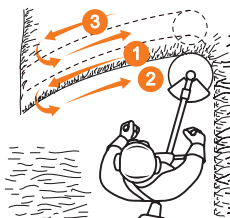

Рис. 7
- Для кошения густой высокой травы перемещайте режущую часть медленно и осторожно. Скашивание травы производится на максимальных оборотах двигателя справа налево, возвращайте катушку по уже скошенной траектории (Рис. 7).